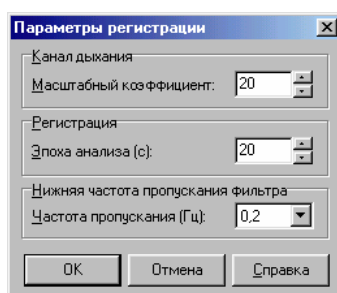

Рис. 3.79
2. В начале пробы и по команде **Настройка|Параметры регистрации** выдается диалоговое окно с параметрами регистрации (Рис. 3.79).